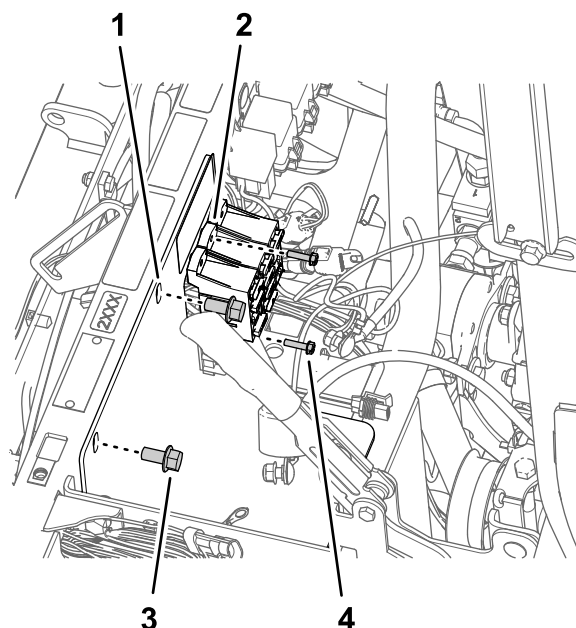

図 170
3. ヒューズブロックをバッテリーブラケットに固定しているボルト10-24 x 3/4 インチとナット 10-24 インチを取り外す 図 170。
4. バッテリーブラケットを車体のショックサポートチューブに固定しているフランジヘッドボルト3/8 x 3/4 インチ2本を取り外す 図 170。